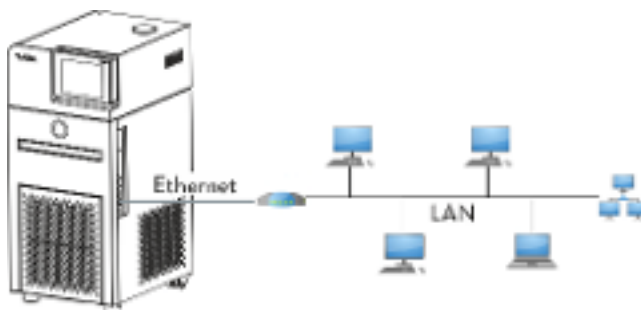
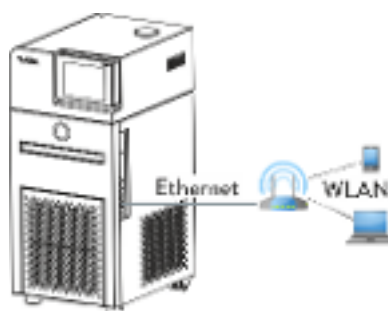

Fig. 15 : Connexion par réseau local
Fig. 17 : Connexion par WiFi
La Fig. 15 représente la connexion de l'appareil de thermostat à un pupitre de commande/PC par un réseau local.
La Fig. 17 représente une connexion WiFi directe entre le pupitre de commande/PC et l'appareil de thermorégulation LAUDA. Le routeur WiFi doit alors être configuré en tant que point d'accès. La configuration du routeur WiFi est décrite dans le mode d'emploi du routeur.
- Pour les connexions telles que représentées sur Fig. 16 et Fig. 17, il est possible de recourir à des routeurs WiFi de modèle courant. Ceux-ci doivent présenter la fonction de connexion requise et répondre aux exigences du pays dans lequel ils sont exploités. Pour la structure telle que représentée sur Fig. 16, LAUDA recommande toutefois d'utiliser un routeur WiFi industriel.
11. Connecter l'interface Ethernet de l'appareil de thermorégulation tel qu'illustré sur les Fig. 15 à Fig. 17 . Utiliser un câble Ethernet classique (cordon de raccordement).
7. Connecter l'interface Ethernet de l'appareil de thermorégulation tel qu'illustré sur les Fig. 15 à Fig. 17 . Utiliser un câble Ethernet classique (cordon de raccordement).